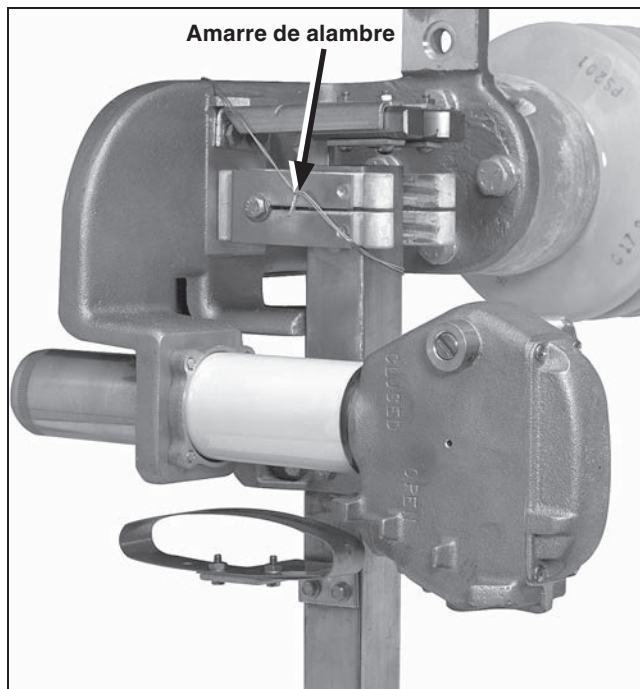

Figura 28. Remoción del amarre en el ensamble del contacto estacionario principal.
PASO 25. Remueva los amarres que sujetan las cuchillas del interruptor a sus ensambles de contacto estacionario principal y los amarres que sostienen el mecanismo de palanca a sus topes. Vea la Figura 28.